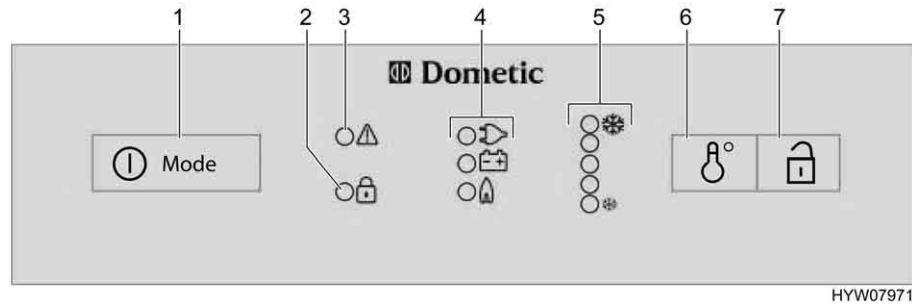

Fig. 152 Elementos de mando para el frigorífico (Dometic de la serie 8 con SMSE)
- Pulsar el conector/selector de energía (Fig. 152,1) 2 segundos para conectar el aparato. Se ilumina el LED del último modo de funcionamiento seleccionado.
- Si fuera necesario, pulsar el conector/selector de energía (Fig. 152,1) varias veces brevemente hasta que se ilumine el piloto gas "🔥". El suministro de gas está abierto. El encendido se realiza automáticamente. Se oye un sonido de tic-tac hasta que el proceso de encendido se haya llevado a cabo con éxito.
- Ajustar la temperatura de refrigeración con el conmutador para el ajuste de la temperatura (Fig. 152,6).
- Si fuera necesario, pulsar el conector/selector de energía (Fig. 152,1) varias veces brevemente hasta que se ilumine el piloto 230 V "⚡".
- Si fuera necesario, pulsar el conector/selector de energía (Fig. 152,1) varias veces brevemente hasta que se ilumine el piloto 12 V "12V".